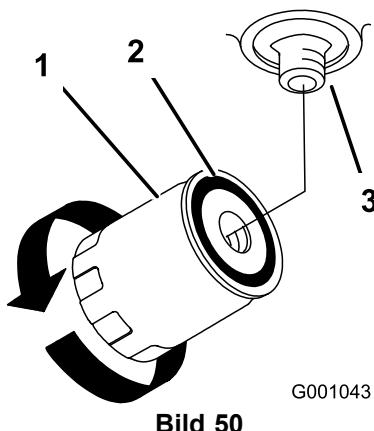

Bild 50
- Stellen Sie eine Auffangwanne unter den Filter (Bild 50).
- Entfernen Sie den Altfilter und wischen die Dichtfläche am Anbaustutzen (Bild 50) ab.
- Drehen Sie den Ölfilter nach rechts, bis die Gummidichtung den Anbaustutzen berührt. Ziehen Sie ihn dann um eine weitere 1/2 Umdrehung fester (Bild 50).